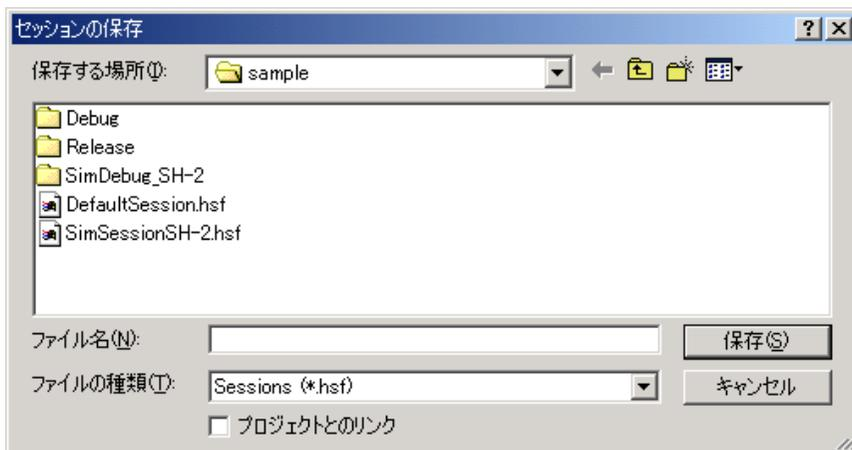

図 4.37 [セッションの保存]ダイアログボックス
3. [名前を付けて保存]ボタンをクリックしてください。[セッションの保存]ダイアログボックスを表示します(図4.37)。